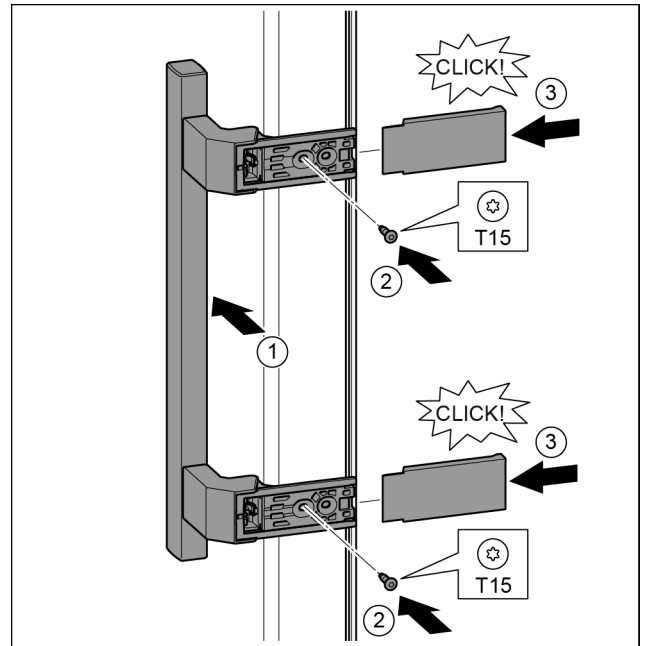

Fig. 20
- Griff auf der Gegenseite ansetzen. Fig. 20 (1)
- Schrauben mit Schraubendreher T15 festschrauben. Fig. 20 (2)
- Abdeckungen seitlich ansetzen und aufschieben. Fig. 20 (3)